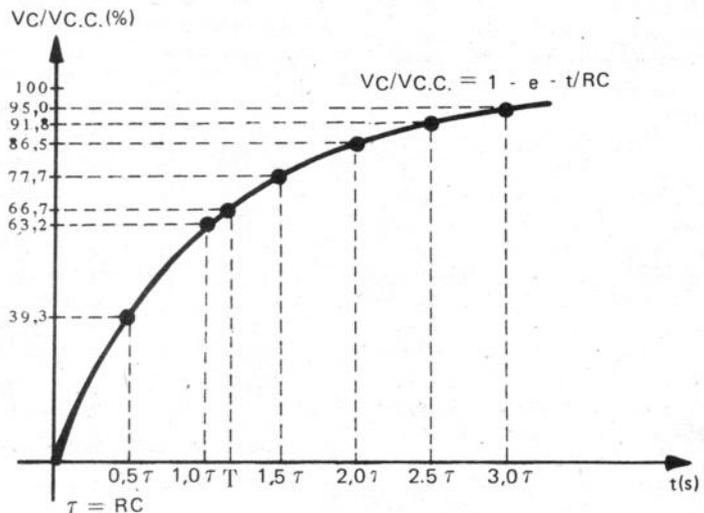

Fig. 6 - Forma de onda que se espera observar com o circuito da Fig. 5
O produto RC é chamado constante de tempo, sendo usualmente representado pela letra grega τ (lê-se "tau") e tendo por unidade dimensional o segundo. Pois bem, levando em consideração a equação (1) acima podemos obter o gráfico da Fig. 6, onde se vê a variação da razão VC/V.C.C. em função do tempo t - observar que em $t = 3\tau$ segundos, a ddp entre as armaduras do capacitor é 95% da tensão de alimentação V.C.C.
Para o nosso estudo, nos interessa o ponto em que $VC = 0,667 \cdot V.C.C.$, conforme assinalado na curva da Fig. 6...
$$V = 0,667 \cdot V.C.C. \text{ (vide Fig. 6).}$$